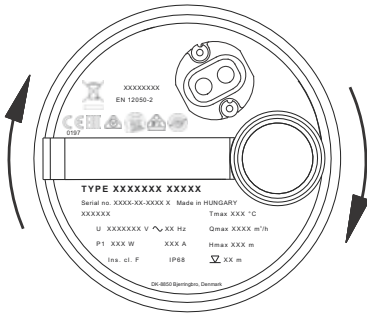

Fig. 8 Sens de rotation
- 3. Observer la pompe lorsqu'elle est démarrée. Si la pompe donne une légère secousse dans le sens horaire, voir fig. 8, le sens de rotation du moteur est correct. Si la secousse est dans le sens anti-horaire, inverser deux phases.